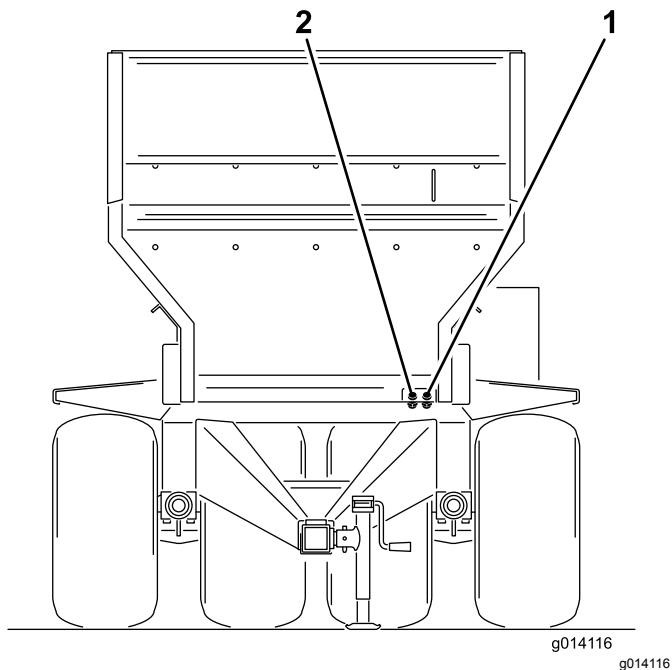

Рисунок 20
6. Подсоедините 2 гидравлических шланга от машины к буксируемому автомобилю. Подсоедините правый (при взгляде на машину спереди) шланг к стороне нагнетания, а левый шланг — к стороне возврата (Рисунок 20). Возвратный шланг оснащен встроенным односторонним обратным клапаном. Стрелка на обратном клапане должна быть направлена в сторону подключения возврата на буксируемом автомобиле.